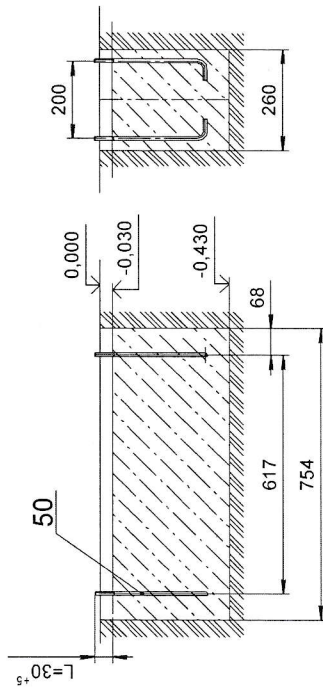

Рис. 2
- 12.1.3 Размеры минимального пространства для размещения оборудования и безопасные расстояния от оборудования до поверхности площадки указаны на рис. 2.
- 12.3.2 Подготовить приямки по схеме на рис. 2, размерами 754ммх260мм, глубиной 430мм.